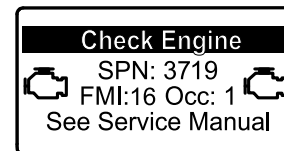

Figura 30
- Si se requiere una regeneración en estacionamiento, el InfoCenter muestra la advertencia del motor SPN 3719, FMI 16 (Figura 30), y la computadora del motor reduce la potencia del motor al 85 %.